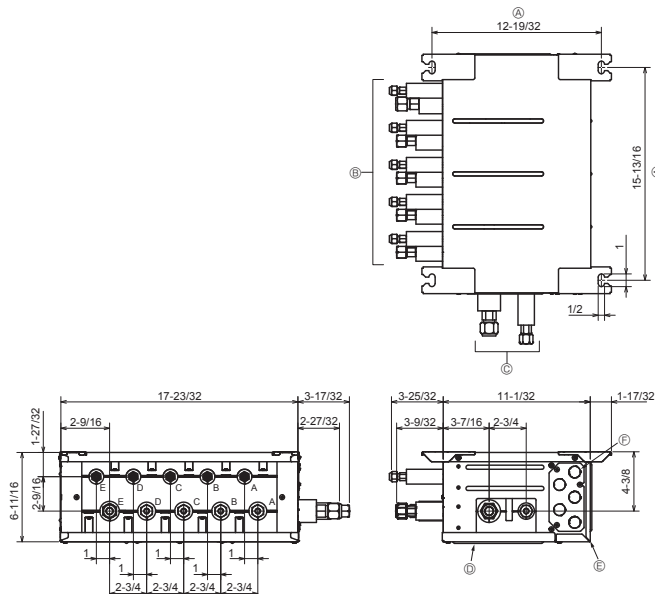

Fig. 4-2
#### ■ PAC-MKA52BC (Fig. 4-2)
- (1) Instale los pernos de suspensión (adquiridos localmente) con la separación especificada (Fig. 4-2, 4-3).